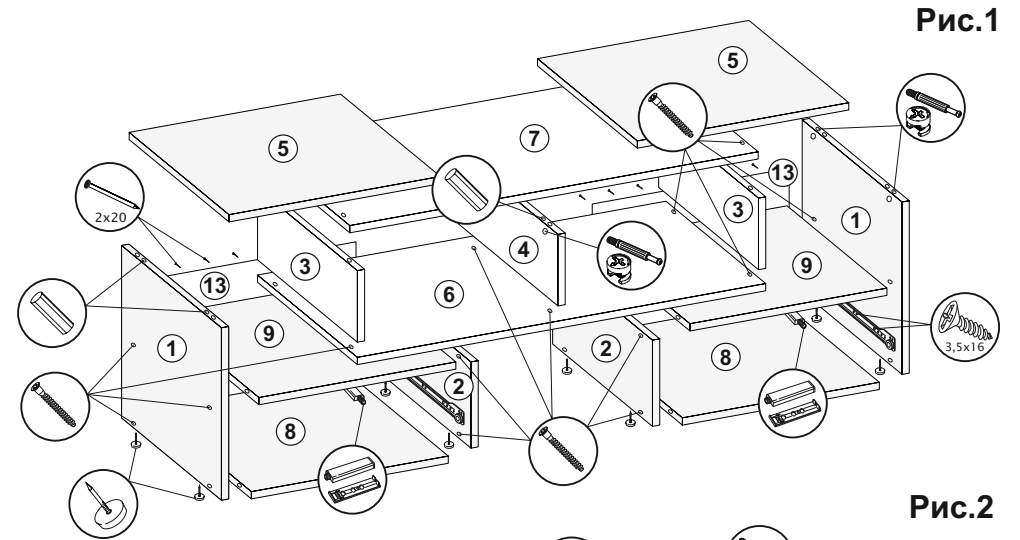

Рис.1
1. К боковинам (1,2) прикрутить направляющие шурупами 3,5x16 и прибить подпятники (рис.1).
2. К стяжкам (9) по наметкам прикрутить отталкиватели для дверей (рис.1).
3. Соединить боковины (1,2) и стяжки (8,9) еврошурупами (рис.1).
4. Замерить диагонали получившихся частей изделия (они должны быть равны: +/- 2 мм) и прибить ХДФ (13) гвоздями 2x20 (рис.1).
5. Еврошурупами соединит крышу (6) с боковинами (3) и поперечиной (4) (рис.1).
6. Крышу (7) установить на поперечину (4) с помощью шкантов и эксцентриков, затем соединить с боковинами (3) еврошурупами (рис.1).
8. Крыши (5) установить на боковины (1), используя шканты и эксцентрики (рис.1).